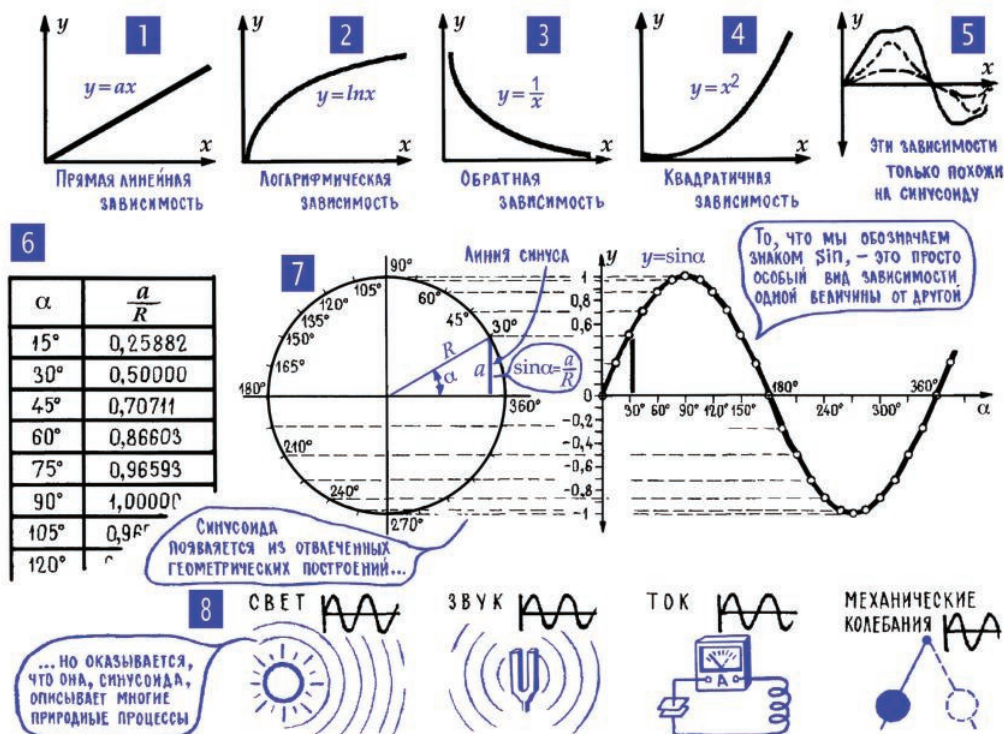

Рис. 6.10. Различные виды зависимостей физических величин
**11. Замечательная кривая – синусоида описывает множество самых разных процессов.** В мире происходит бесчисленное множество естественных и искусственных процессов, в которых одни какие-нибудь величины зависят от других каких-нибудь величин. Температура звезды зависит от плотности ее вещества, вес зайца – от количества съеденной им травы, скорость автомобиля – от количества сжигаемого бензина, ток в цепи – от ЭДС генератора и т. д. и т. п. Зависимости эти бывают самые разные (рис. 6.10), в том числе и описываемые чрезвычайно сложными уравнениями. Посреди всех возможных зависимостей одной величины от другой особое место занимает та, которую мы называем синусоидальной. Она была открыта очень давно при исследовании некоторых геометрических построений, но потом оказалось, что именно такая синусоидальная зависимость характерна для самых различных природных явлений.
У синусоиды чисто табличное происхождение. Если мобилизовать фантазию, то можно представить себе, как безвестный древний математик нарисовал круг, провел через центр две перпендикулярные оси и, вращая по кругу радиус, стал измерять длину линии  $a$ , которую он назвал «линией угла», или, что то же самое, «линией синуса» (рис. 6.0; 7). Свои измерения наш математик свел в таблицу (рис. 6.10; 6), в которой было всего два столбца: угол поворота радиуса  $\alpha$  и цифра, показывающая, какую часть от длины радиуса  $R$  составляет при данном угле  $\alpha$  длина линии синуса  $a$ . По этой таблице затем была построена кривая, которую мы и называем синусоидой. Можно, конечно, нарисовать много кривых, похожих на синусоиду (рис. 6.10; 5), но синусоидой называется только одна (рис. 6.10; 7). Именно та, которая в точности соответствует таблице (рис. 6.10; 6).
О замечательных особенностях синусоиды, о том, почему она оказалась столь универсальной, можно написать целые тома: по синусоиде меняется энергия звуковой волны, скорость маятника, отклонение колеблющейся струны, ЭДС в проводнике, который вращается в магнитном поле, и происходят тысячи других процессов (рис. 6.10; 8). Но сейчас нас прежде всего интересует одна особенность синусоидальной зависимости, которую трудно заметить, если всмотреться в ее график.